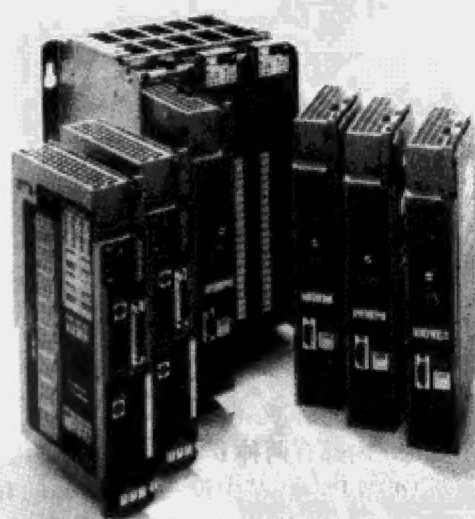

图 1-5 典型的处理器模块 (得到 Allen-Bradley 公司许可)
**处理器 (CPU)** 是 PLC 的“大脑”。典型的处理器 (如图 1-5 所示) 通常由一个微处理器和一个存储器组成。微处理器实现逻辑处理和控制各模块间通信的功能, 存储器用于存放由微处理器完成的逻辑操